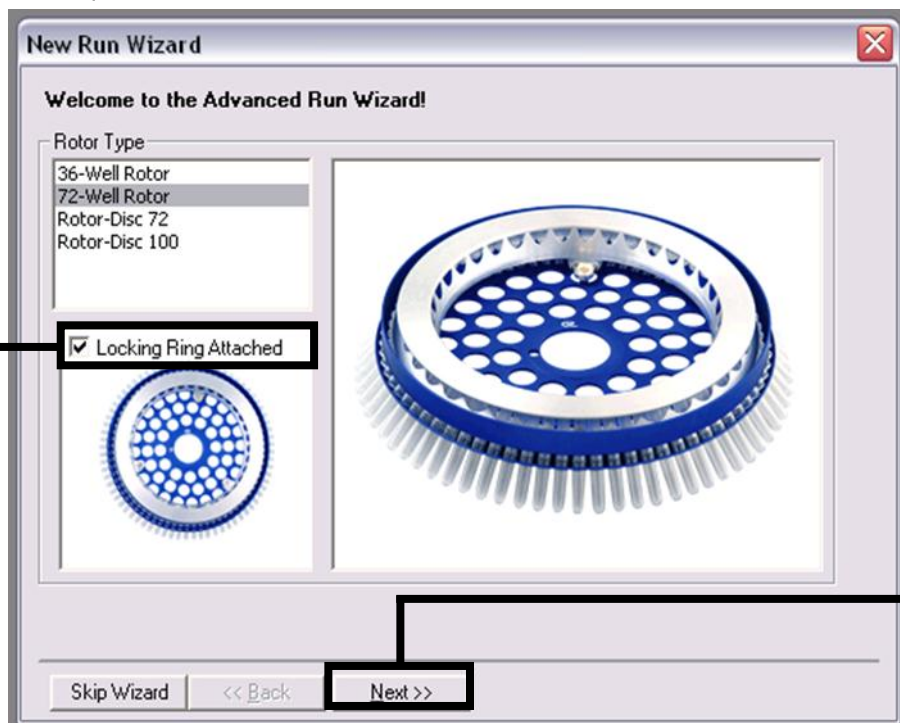
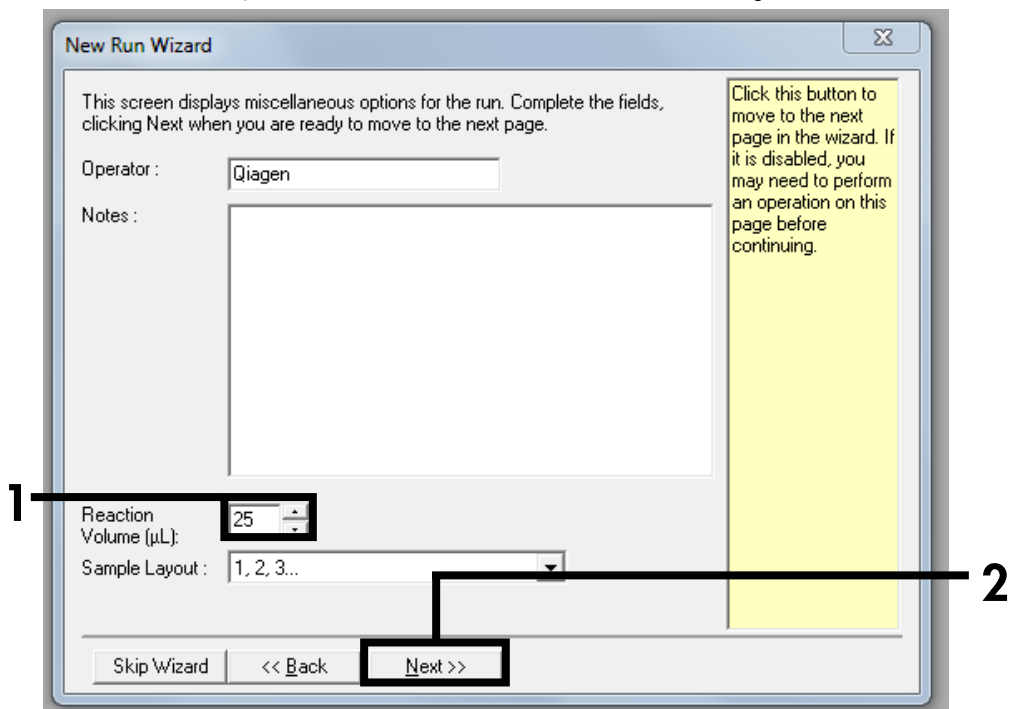

Figura 2. Finestra di dialogo “New Run Wizard”.
Figura 3. Impostazione dei parametri generali del test.
Impostazione dei parametri generali del test	Figura 2, Figura 3
7. Innanzitutto, aprire la finestra di dialogo “New Run Wizard” (Procedura guidata nuovo processo)(**Figura 2**). Spuntare la casella “Locking Ring Attached” (Anello di bloccaggio collegato) e cliccare su “Next” (Avanti).
8. Selezionare 25 per il volume di reazione e cliccare su "Next" (Figura 3).